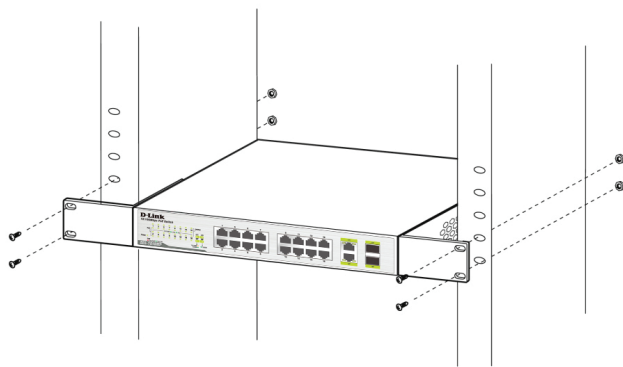

Figura 4. Montagem no rack
2. Utilize os parafusos fornecidos com o rack de equipamentos para montar o dispositivo no rack, conforme mostrado na **Figura 4**.